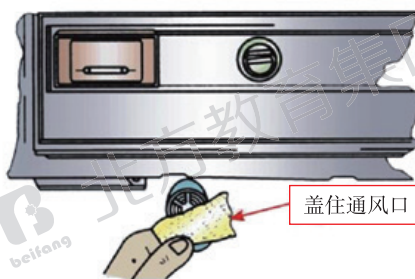

图 8 车内温度传感器强制通风装置的检测
③车内温度传感器强制通风装置的检测，如图 8。
使风机高速运转，将一小片纸（ $5\text{cm}\times 5\text{cm}$ ）靠近车内温度传感器，若纸片被吸住，说明车内温度传感器强制通风装置良好；若纸片没有被吸住，说明车内温度传感器强制通风装置有故障。对于吸气器型车内温度传感器，应检测抽风管道密封是否良好；对于电机型车内温度传感器，应检测电机及其控制线路。如图 8 所示。